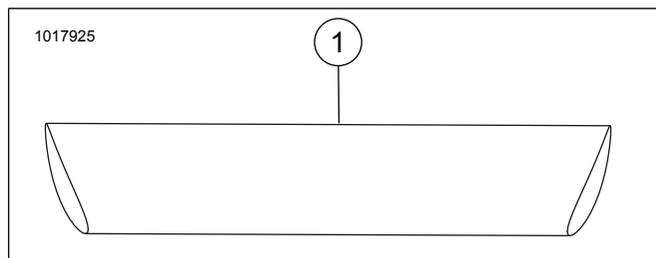
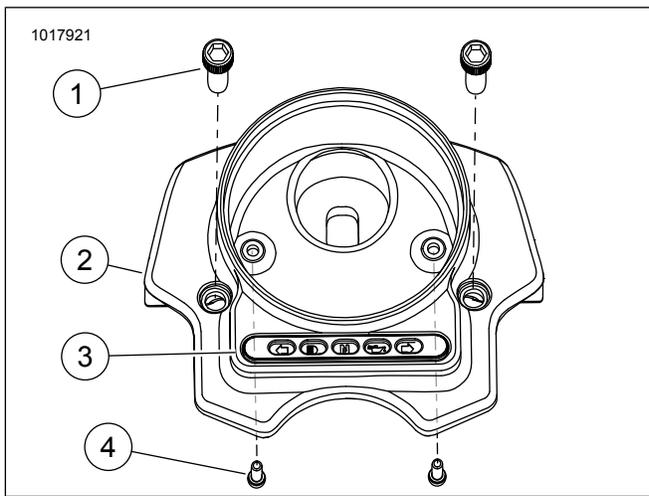
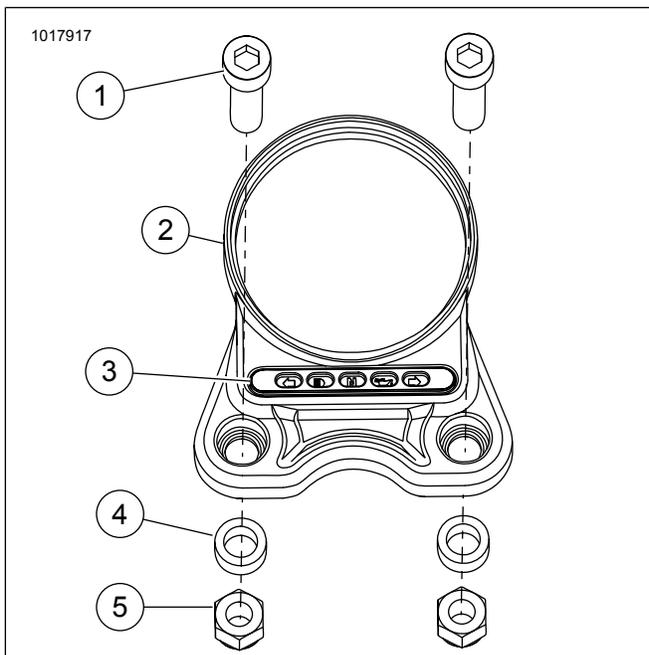

Abbildung 1. Ersatzteile: XL1200X ab 2014
Abbildung 2. Ersatzteile: XL883N ab 2014
Abbildung 3. Ersatzteile: XL1200CX ab 2016,5
Siehe Abbildung 1, Abbildung 2, Abbildung 3 und Tabelle 1, Tabelle 2, Tabelle 3.
1. Siehe Abbildung 1. Stöpsel der Lenkerschelle (1) in untere Lenkerschellen einsetzen.
4. Siehe Abbildung 2. Originale Kontrollleuchtenbaugruppe und **neue** Einfassung versetzen.
- a. Schutzfolie von der **neuen** Einfassung entfernen (3).
- b. Einfassung von innen an der Tachometerhalterung anbringen (2).
5. Gehäuse mit Schrauben einbauen (1).
- c. Tachometer mit Originaldichtungen und -schrauben in neues Gehäuse einbauen (2). Siehe Werkstatthandbuch.
3. Siehe Abbildung 3. Originale Kontrollleuchtenbaugruppe und **neue** Einfassung versetzen.
4. Tachometer mit Originalteilen, -dichtungen und -rückplatte in neues Gehäuse einbauen (2). Siehe Werkstatthandbuch.
6. Gehäuse und Tachometer mit Schrauben (1), Distanzscheibe (4) und Sicherungsmuttern (5) einbauen.
- a. Distanzscheibe (4) zwischen oberer Gabelhalterung und Tachometerhalterung einsetzen.